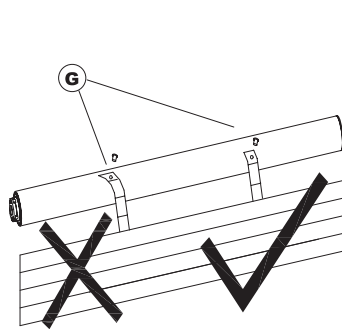

Fig.9
h. Pendant le montage, le moteur et le tube doivent rester parallèles, tandis que la porte et la fenêtre doivent être perpendiculaires à la ligne axiale du tube (**Fig.9**).